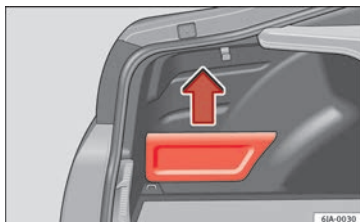

Fig. 77 Porta-bagagens: compartimento para objetos.
– Agarre a tampa no seu lado superior e retire-a no sentido da seta » **Fig. 77**.